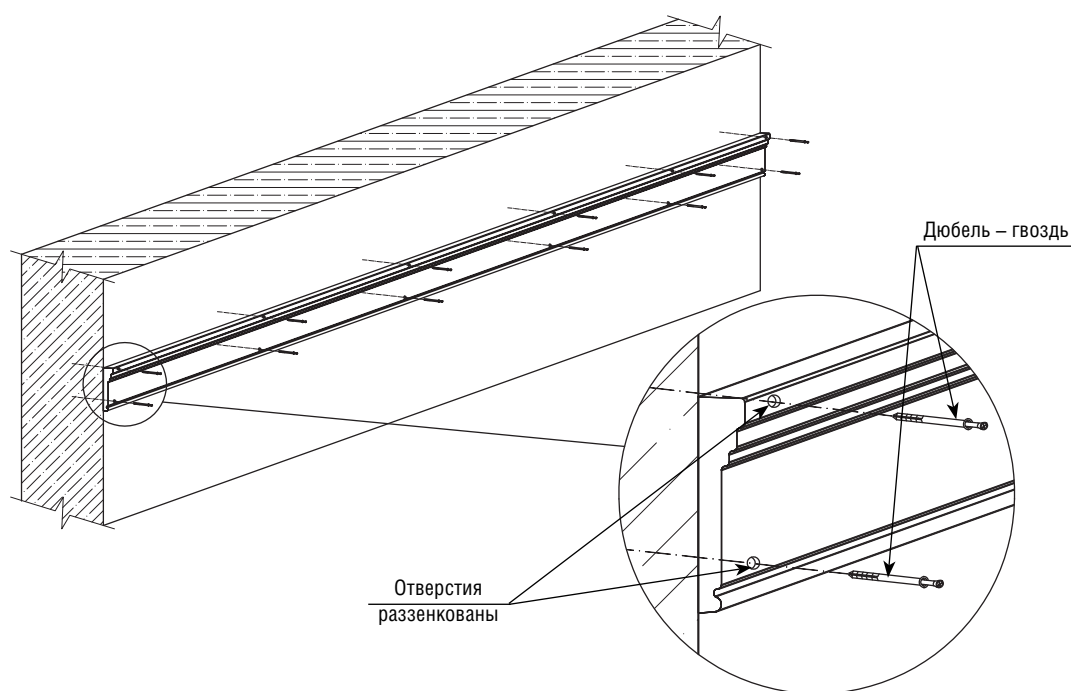

Рис. 1-4
**1.4** Закрепите молдинг на уровне отметок с помощью монтажного клея, стыковочного клея, дюбель - гвоздей в пятах (*рис. 1-4*).